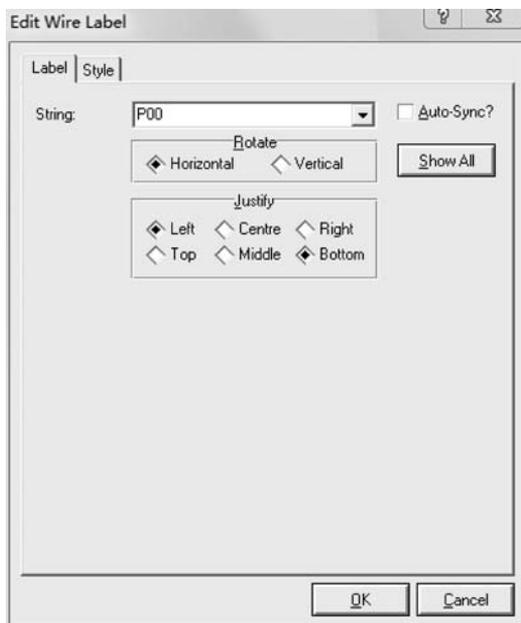

图 5-25 网络标号的添加
(2) 通过网络标号连线。可以给每个引出的线添加网络标号。在 Proteus 仿真时,系统会认为网络标号相同的引脚是连在一起的。可以选择用直接连线法已经连好的线,也可以重新绘制并没有直接连线连接在一起的对象。将光标靠近一个对象的引脚末端,该处将自动出现一个红色小方块。按下鼠标左键并拖动,在空白处双击,则可以看到连线的另一端有一个节点,即将该对象的引脚处引出一条连线。单击绘制工具栏中的标号按钮,把光标移到需要放置网络标号的电子元器件连线上,连线上出现“×”号时,单击,即会弹出如图 5-25 所示的 Edit Wire Label 对话框,在 String 文本框中输入网络标号,如 p00,再单击 OK 按钮,即可完成一个网络标号的添加,其他网络标号的方法与此类似,此处不再赘述。